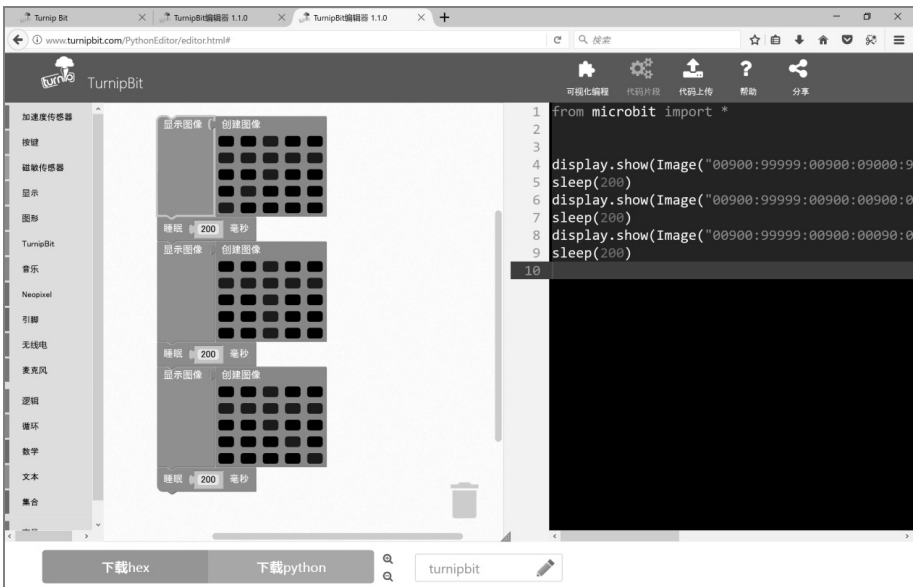

图 5-8 会动的机器人
③ 在 3 个机器人后面加上一个“TurnipBit”中的“睡眠”，并把睡眠时间调整成 300 毫秒，如图 5-8 所示。